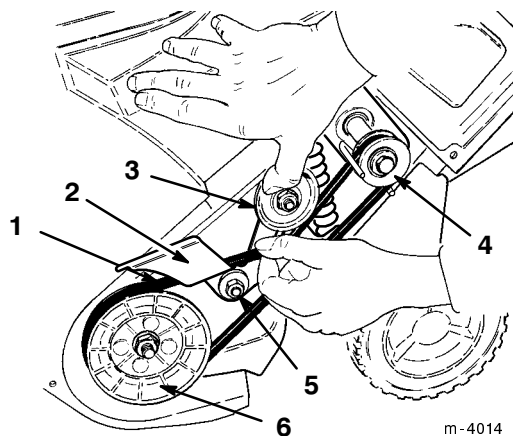

Bild 19
9. Lockern Sie die Mutter am Spanngelenk (Bild 19).
10. Entfernen Sie den Treibriemen von der Rotorscheibe (Bild 19).
11. Drücken Sie auf die Spannscheibe, um den Bremsarm zu befreien und ziehen den Treibriemen von hinter dem Bremsarm ab (Bild 19).
12. Schieben Sie den Treibriemen von der Antriebsscheibe ab (Bild 19).
13. Legen Sie den neuen Treibriemen um die Antriebsscheibe und hinter den Bremsarm (Fig. 19).
14. Ziehen Sie den Riemen, während Sie den Treibriemen festhalten, auf die Rotorscheibe und drehen den Rotor mit Ihrer freien Hand, bis der Treibriemen vollständig auf die Rotorscheibe aufgezogen ist (Bild 19).
17. Ziehen Sie die Motorbefestigungsmuttern und die Spanngelenkmutter (Bild 19) auf 19,2 bis 22,6 Nm fest.